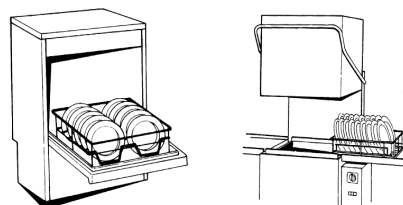

Fig.37
- 4- Inserire il cesto delle stoviglie come nella figura. Per modelli sottotavolo caricare la macchina frontalmente. Per i modelli a Capot caricare la macchina frontalmente o lateralmente dopo aver girato il supporto cesti. (Fig. 37)